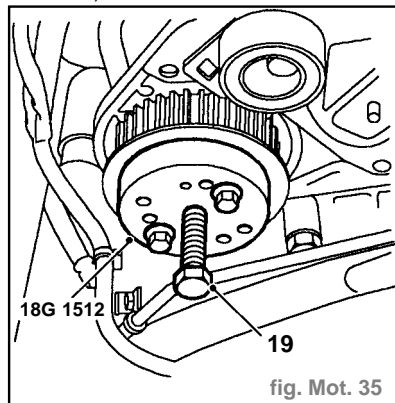

fig. Mot. 35
- Poser l'outil 18G 1512 sur le pignon de commande de la pompe d'injection (fig. Mot. 35).